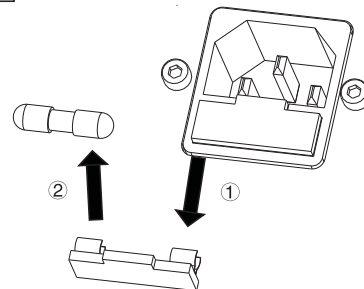

图6-3 保险丝更换示意图
2. 用一字螺丝刀从电源输入插座上拆下保险丝盒，换上新的保险丝，如图6-3所示。